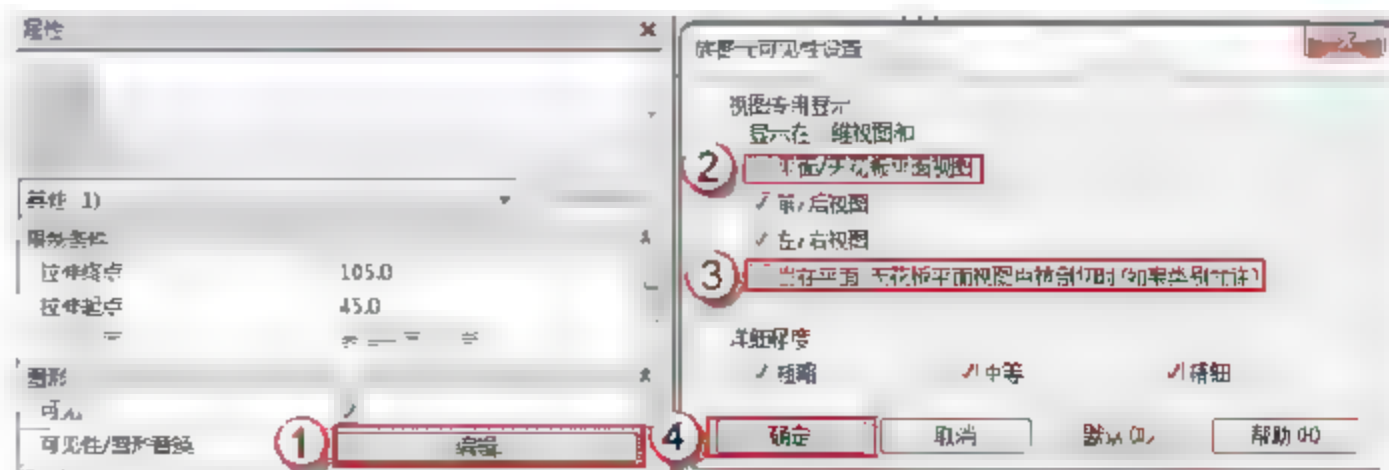

图 6.1.129 修改门的可见性
(12) 修改门框的可见性。在门框的“属性”面板中, 单击“图形”栏“可见性/图形替换”后的“编辑”按钮, 弹出“族图元可见性设置”对话框, 取消“平面/天花板平面视图”和“当在平面/天花板平面视图中被剖切时(如果类别允许)”复选框的选择, 单击“确定”按钮, 如图 6.1.129 所示。